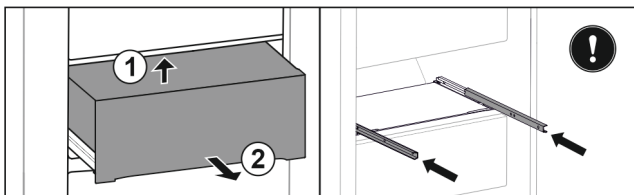

Fig. 148
- ▶ Løft skuffen bagtil nedefra. Fig. 148 (1)
- ▶ Tag skuffen ud fremefter. Fig. 148 (2)